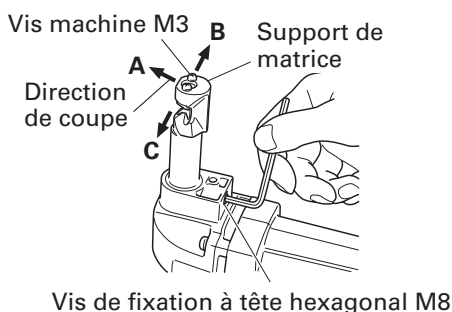

Fig. 4
Inspecter pour tout relâchement des vis de fixation à tête hexagonale M8 utilisée pour le montage du support de moule, des vis pour machine M3 utilisées pour le montage du moule (voir Fig. 4) et de la vis de fixation à tête hexagonale M5 utilisée pour le
- (1) La direction de coupe de cette machine peut être tournée par incréments de 90° dans 3 directions (A, B et C) (voir Fig. 4) en desserrant la vis de fixation à tête hexagonale M8 du support du moule. Régler la direction de coupe dans la direction B ou C pour couper des plaques trapézoïdales. Après cela, resserrer fermement les vis de fixation à tête hexagonale M8.
(1) Remplacement de la perforatrice
- (a) Desserrer la vis de fixation à tête hexagonale M8 du support de moule (voir Fig. 4) et enlever le support de moule.